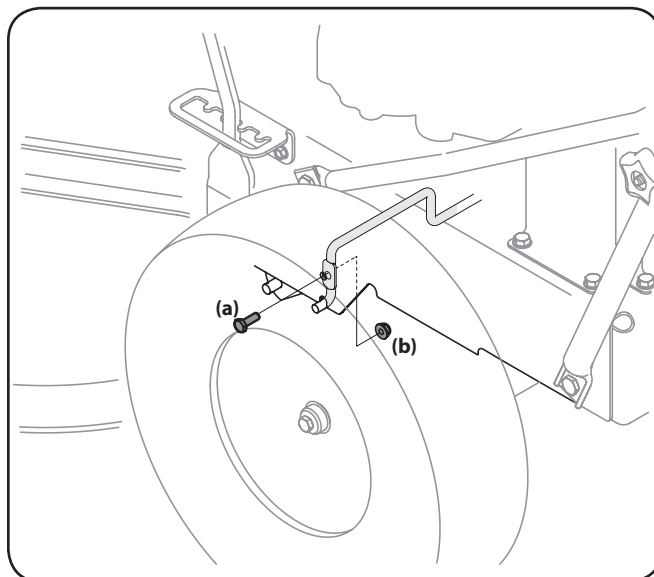

Figure 7-2
5. Retirez le boulon (a) et l'écrou à bride (b) qui retiennent la tige de retenue de la courroie au côté gauche du châssis de la tondeuse. Voir Figure 7-2.
3. Retirez la tige de retenue de la courroie comme indiqué à l'étape 6 de la sous-section *Démontage du plateau de coupe* à la page 22. Voir Figure 7-2.